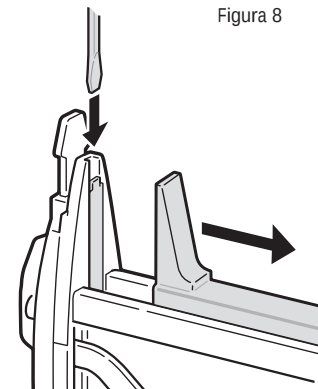

Figura 8
4. Si es preciso, introduzca un destornillador de hoja plana de modo que toque la punta de la hoja de inserción. Consulte la Figura 8. Golpee suavemente el destornillador con un martillo. El destornillador empujará la parte posterior de la hoja de inserción liberando el atasco.